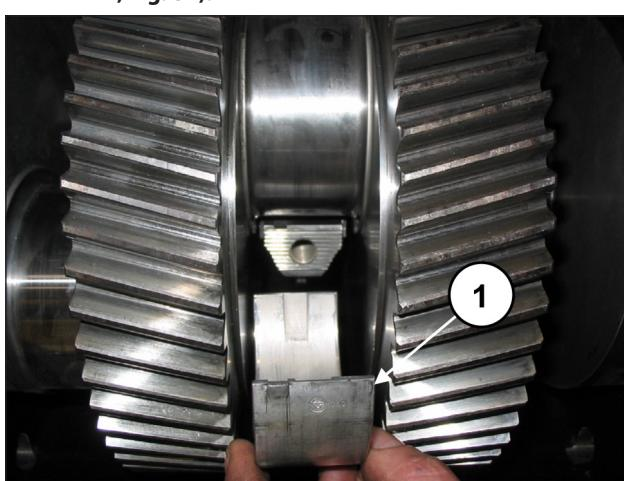

Fig. 80
Insira os semi-rolamentos superiores entre as bielas e o eixo de manivela (pos. ①, Fig. 80).